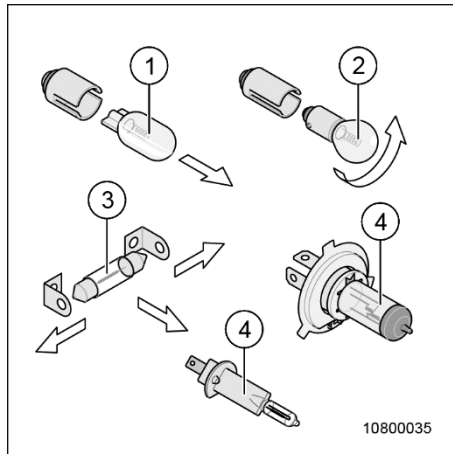
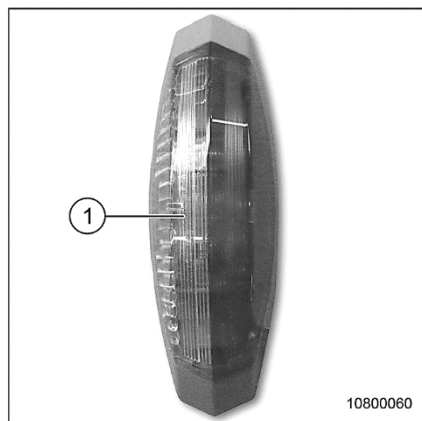

Fig. 177 Vue d'ensemble des types d'ampoules
Fig. 182 Feu de gabarit
1. Soulever prudemment l'écran (Fig. 182,1) du feu de gabarit avec un tournevis fin.
2. Enlever l'écran (Fig. 182/1) et remplacer l'ampoule (Fig. 177/3).